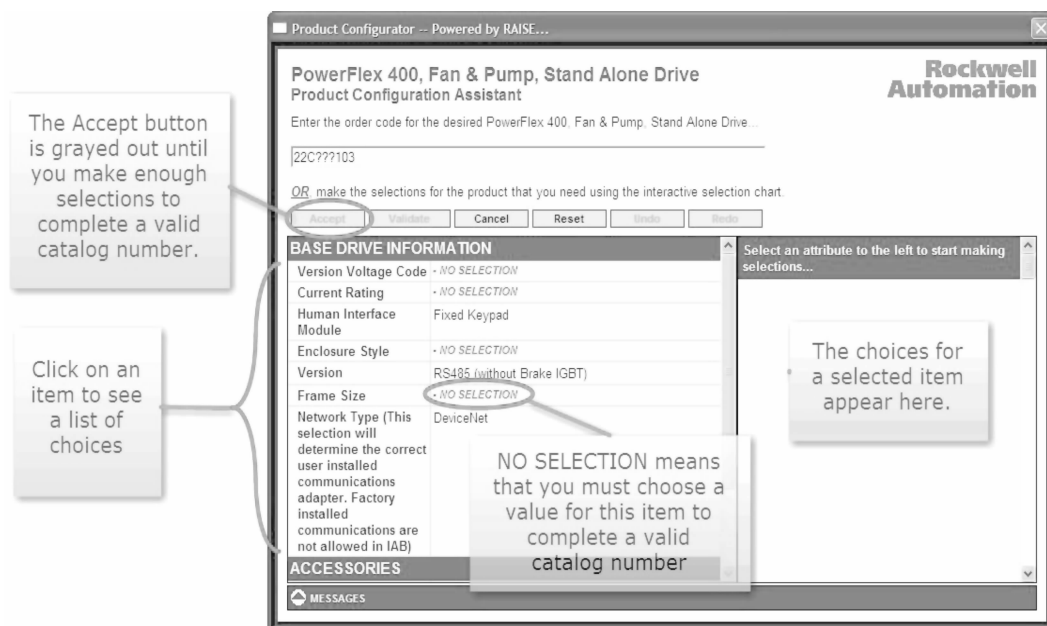

图 26-117 配置图
2. 将 PowerFlex 变频器（或 ArmorStart 电动机控制器）添加到网络时，IAB 会自动为添加到网络中的项目启动 RAISE 配置器。花几分钟的时间来观察 RAISE 配置器界面的布局，如图 26-117 所示。